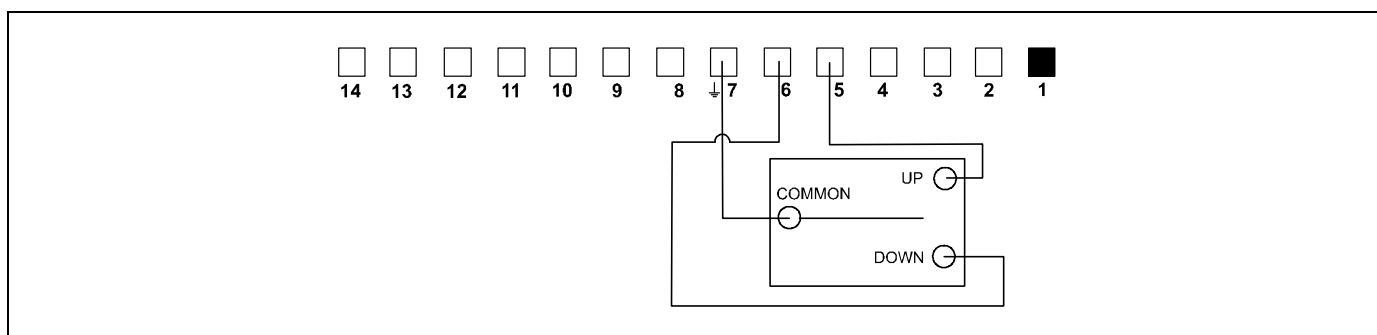

рис. 33
7. Подключите общий провод от переключателя к клемме 7. (см. рис. 33)